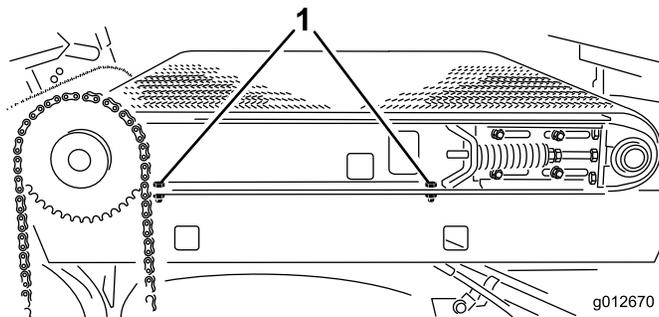

Рисунок 25
6. Ослабьте на правой стороне машины 2 винта с головкой, шайбы и гайки крепления подвижной плиты к раме (Рисунок 25). Убедитесь в том, что детали крепления ослаблены настолько, что подвижную плиту можно наклонить.